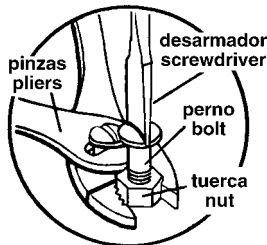

Fig. 10
- Use pliers to hold a nut while you turn a bolt with a screwdriver (Fig. 10).
■ Use pinzas, para agarrar una tuerca a la misma vez que voltea el tornillo con el desarmador (Fig. 10).